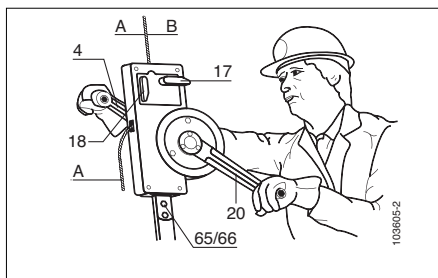

Fig. 2
- a) **anti-dévers** (sur passerelles à étriers rigides, type TANGOR) : en inclinant la passerelle jusqu'au déclenchement du système de sécurité du treuil le plus bas. Reprendre la charge sur ce treuil et ouvrir les mâchoires au moyen de la manette d'armement jaune (17).
- c) **centrifuge** : en introduisant le câble porteur (A) dans l'appareil jusqu'en butée et en le retirant vivement pour faire tourner le centrifuge dont les masselottes produiront un cliquetis prouvant leur libre débattement.
Placer le treuil scafor™ sur l'étrier, le côté arrondi du carter tourné vers l'opérateur (Fig. 2). Fixer le treuil au moyen des deux vis (65). Bien serrer les écrous (66).